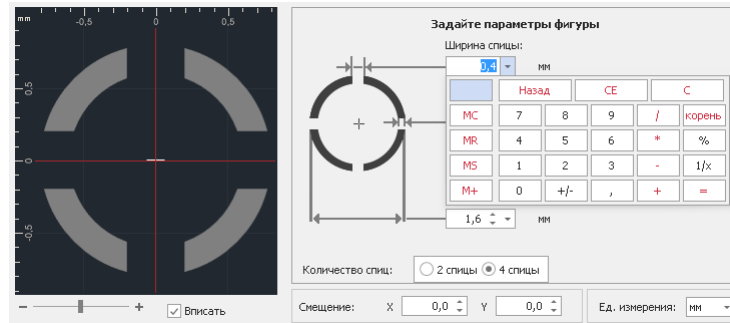

Рис. 63 Задание параметров термобарьера
- Задать параметры фигуры термобарьера, см. Рис. 63.